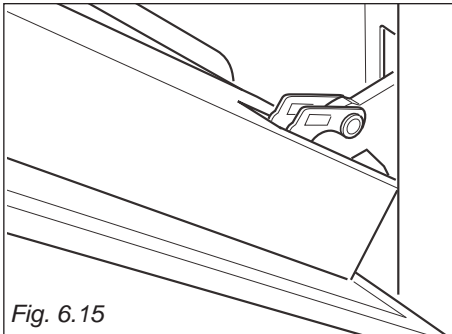

Fig. 6.15
1. Se till at ugnsluckan är helt öppen och fästad (Fig. 6.15).
2. Se till at ugnsluckan är helt öppen och fästad (Fig. 6.15).